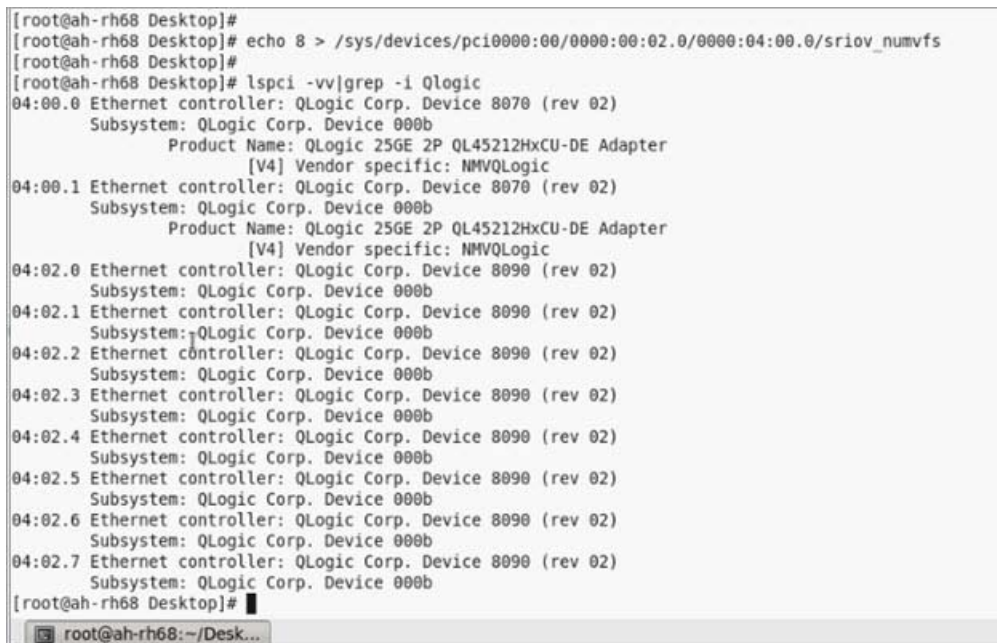

Figure 8-11. Sortie de commande pour `sriov_numvfs`
- b. Passez la sortie de la commande en revue (Figure 8-11) pour confirmer que des VF réelles ont été créées sur le bus 4, périphérique 2 (du paramètre 0000:00:02.0), fonctions 0 à 7. Notez que l'ID de périphérique réel est différent sur les fonctions physiques (8070 dans cet exemple) par rapport aux VF (9090 dans cet exemple).